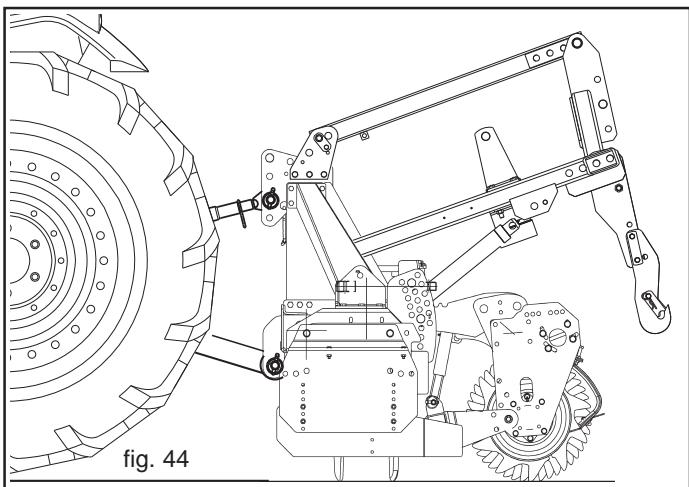

fig. 44
- 2) Montar el enganche de la sembradora (Fig. 44) y del dispositivo de final de carrera, suministrado con la grada giratoria, siguiendo las instrucciones descritas en el manual de **Uso y Mantenimiento** del equipo.